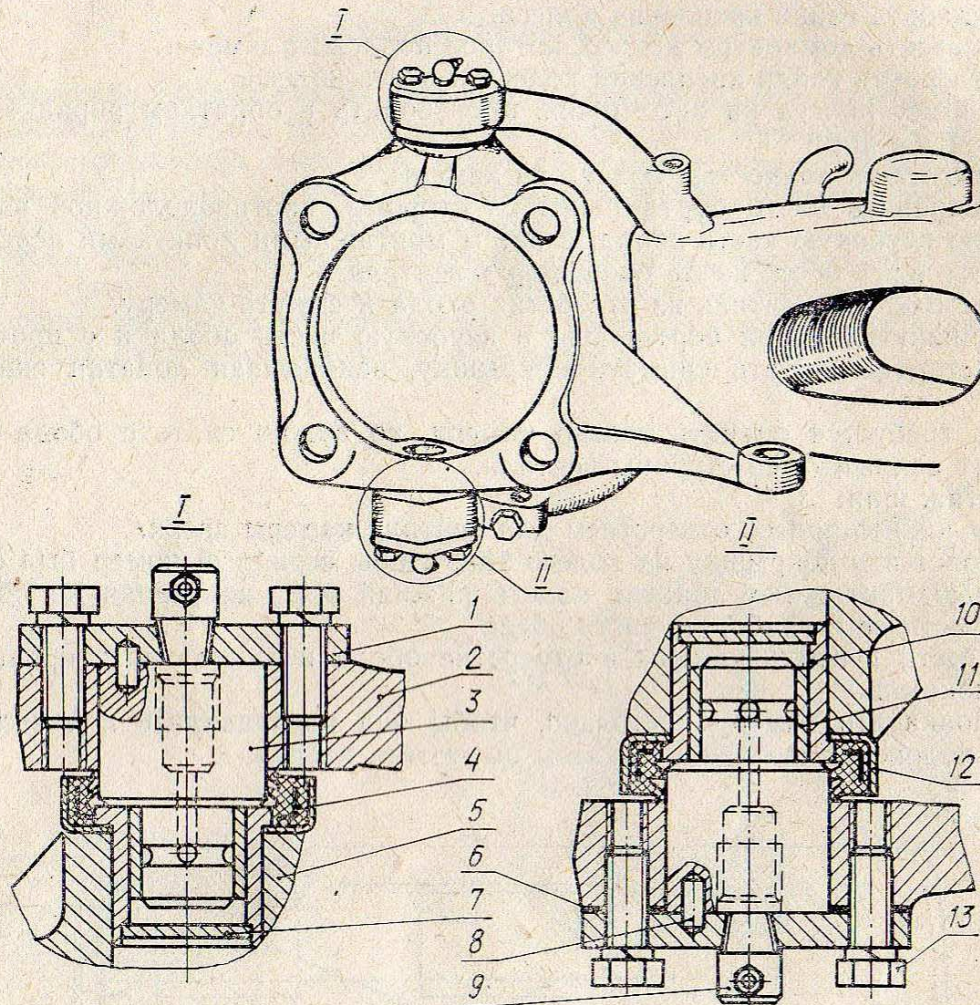

Рис. 25. Кулак поворотный:
1. Отвернуть два болта 13 (рис. 25), которые крепят накладку 1 нижнего шкворня 3 поворотного кулака.